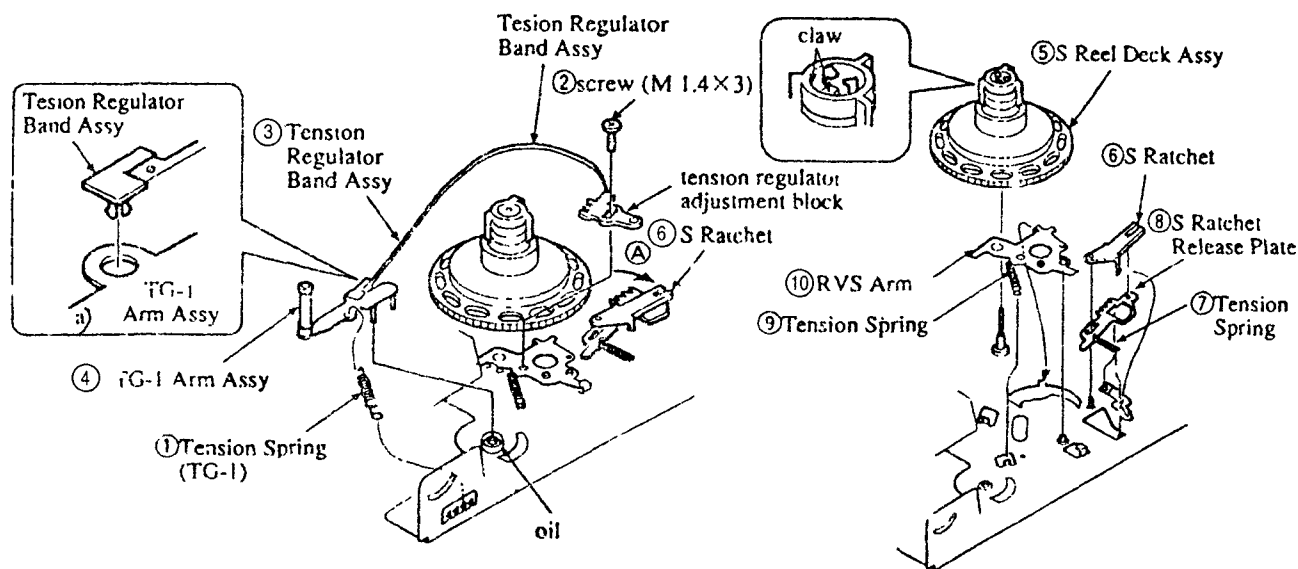

Рис. 9. Демонтаж узлов обратного натяжения
- отсоединяют пружину (1) узла натяжения;
- отвинтив винт (2), отсоединяют узел ленточного тормоза (3) (BAND ASSY, TENSION REGULATOR, X-3945-396-1) от узла RVS (10);
- повернув храповик «S» (6) в направлении стрелки А, снимают пассив натяжения с подающего подкатушечника (5) (при этом нужно соблюдать осторожность, чтобы не помять очень тонкую металлическую пластину тормоза);
- снимают узел рычага (4) (TG-I) с подвижного шасси LS и затем вынимают из него крепление ленточного тормоза (рис. 9а).
- снимают с оси подающий подкатушечник (5), освободив защелки.
- освободив нажатием отвертки защелку храповика (6) (RATCHET, S, 3-965-560-01), удаляют его.
- отсоединяют пружину (7) храповика 8 (PLATE, RELEASE, S RATCHET, 3-965-561-01) с упора на LS шасси и снимают его.
- вынимают рычаг RVS (10) (ARM, RVS, 3-965-583-01), отсоединив пружину (9) от упора на LS шасси.